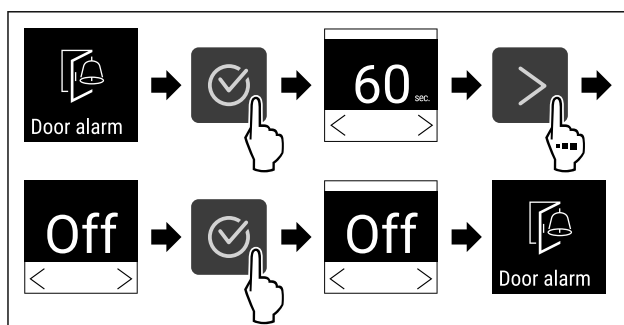

Fig. 96
- ▶ Proved'te akční kroky (viz Fig. 96) .